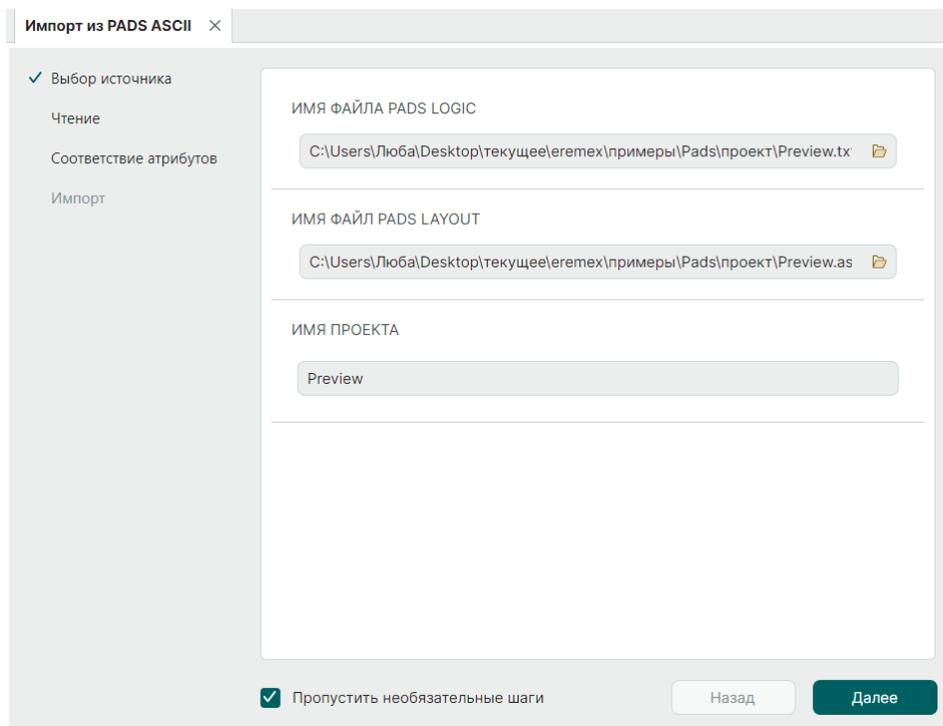

Рис. 18 Выбор импортируемых файлов одного проекта
3. Выполните действия по добавлению файлов для обоих полей с выбором импортируемых файлов, если необходимо импортировать схему и плату одного проекта с сохранением его целостности и зависимостей., см. Рис. 18.